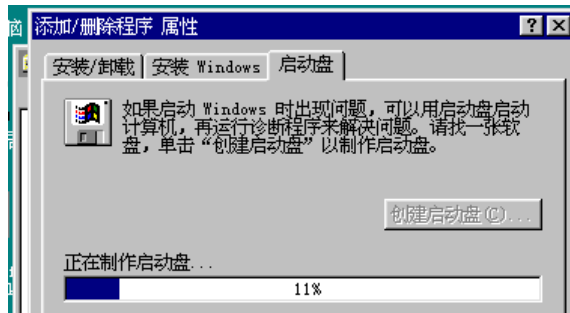

图 9-4 制作启动盘（4）
4) Windows 95 开始制作启动盘，如图 9-4 所示。